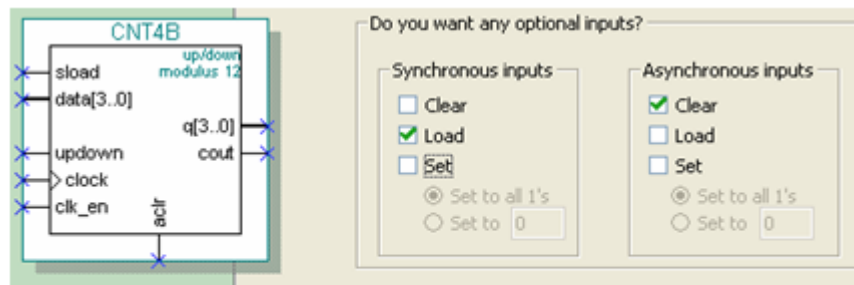

图 6-5 加入 4 位并行数据预置功能
(4) 再单击**Next**按钮，打开如图6-5所示的对话框